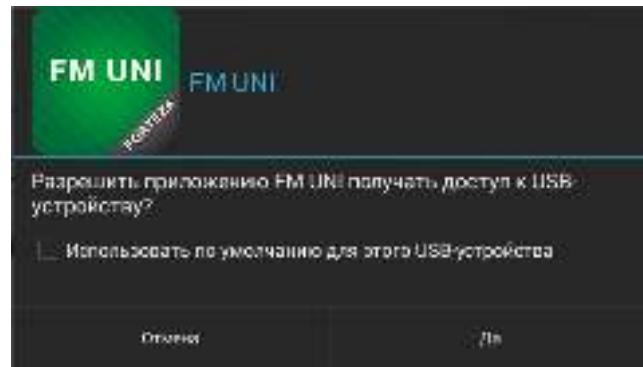

Рисунок 2.27
2.3.7.4.6 Нажать кнопку «Подключиться», после чего всплывает разрешение на доступ к USB устройству (рисунок 2.27).